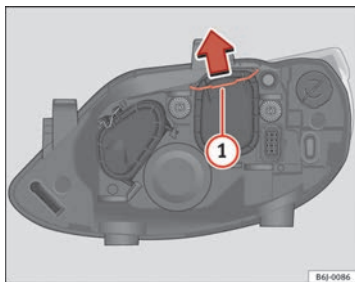

Abb. 152 Abblendlicht
- Verschieben Sie die Strebe ⇒ **Abb. 152 ①** in Pfeilrichtung und nehmen Sie den Deckel ab.